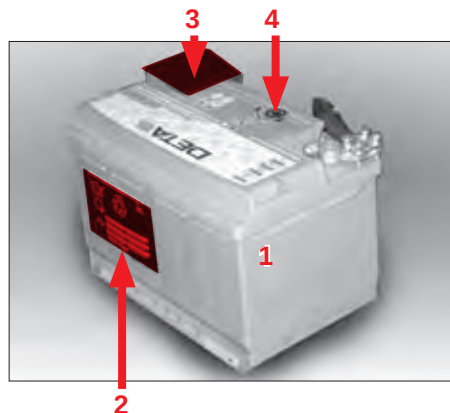

Fig. 97
Vær opmærksom på driftsvejledningen til batteriet. Batteriets driftsvejledning sidder på siden af batteriet Pos. 2 (Fig. 97).
- Sørg for, at pluspolens afdækning altid sidder på og er lukket Pos. 3 (Fig. 97).
- Vær opmærksom på batteriets kontrol-indikator. Batteriets kontrol-indikator befinder sig øverst på batteriet Pos. 4 (Fig. 97):